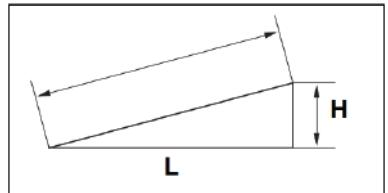

Рис. 35
- Погрузочная рампа должна быть достаточно длинной, чтобы ее наклон составлял 15° (27%) или менее. (Рис. 35)